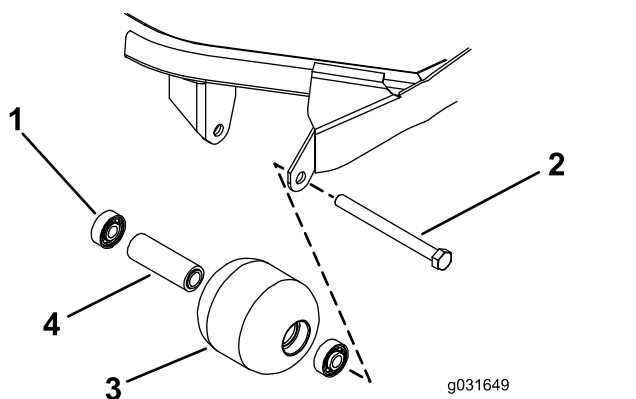

图 72
1. 卸下滚筒安装螺栓图 72。
4. 检查滚筒壳体、轴承以及轴承隔块是否受损 (图 72)。
1. 仅按住外圈或同时按住内、外圈将第一个轴承按入滚筒壳体图 72。
2. 插入隔片图 72。
3. 仅按住外圈或同时按住内、外圈将第二个轴承按入滚筒壳体直至其触及隔块图 72。